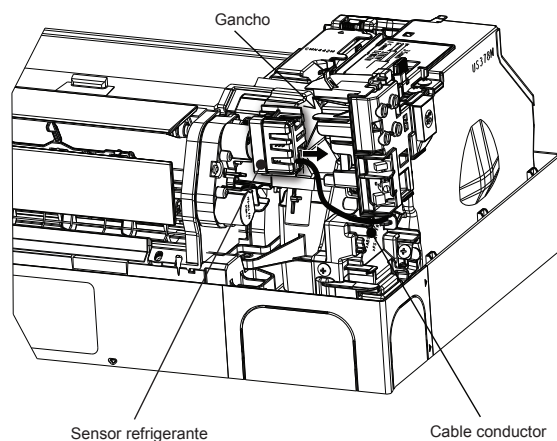

Fig. 4
- 5) Inserte el sensor de refrigerante y fíjelo con el gancho. (Fig. 4)